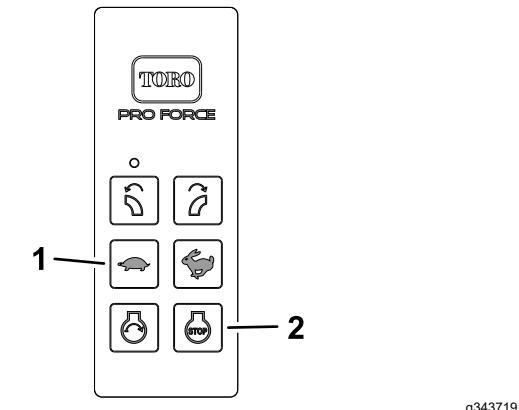

Figure 20
1. Appuyez sur le bouton de BAISSE DU RÉGIME MOTEUR (Figure 20) sur la télécommande portable pour réduire le régime moteur (papillon aux 3/4 ouvert approx.).
2. Appuyez sur le bouton d'ARRÊT DU MOTEUR (Figure 20).